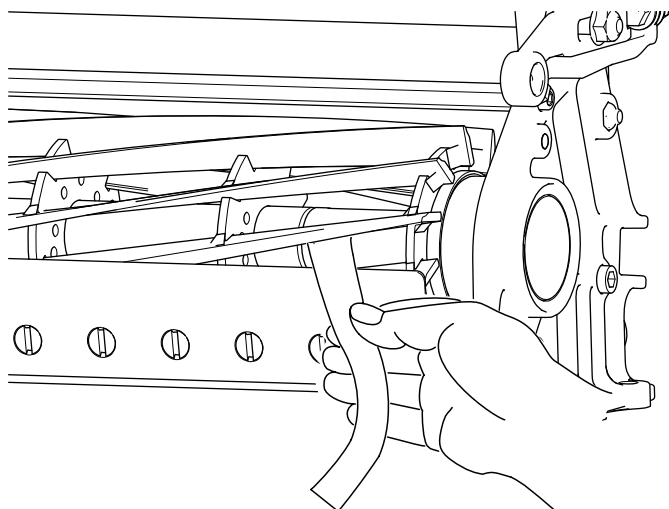

Рисунок 8
- В. Вставьте длинную полоску специальной бумаги Toro (№ 125-5610 по каталогу Toro) между барабаном и неподвижным ножом перпендикулярно неподвижному ножу (Рисунок 8), затем **медленно** вращайте барабан вперед; при этом бумага должна разрезаться; в противном случае повторяйте пункты А и В до тех пор, пока бумага не начнет разрезаться.
11. Вставьте длинную полоску специальной бумаги Toro (№ 125-5610 по каталогу Toro) между барабаном и неподвижным ножом перпендикулярно неподвижному ножу (**Рисунок 8**), затем **медленно** поворачивайте барабан вперед; при этом бумага должна разрезаться; в противном случае поверните регулировочный винт неподвижного ножа по часовой стрелке на один щелчок и повторите действия, описанные в этом пункте; выполняйте эту процедуру до тех пор, пока бумага не начнет разрезаться.